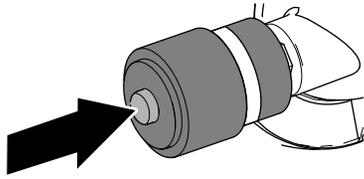

Figura 83
1. Si se muestra una banda roja en el indicador de mantenimiento, pulse el botón de reinicio situado al final del indicador (Figura 83).